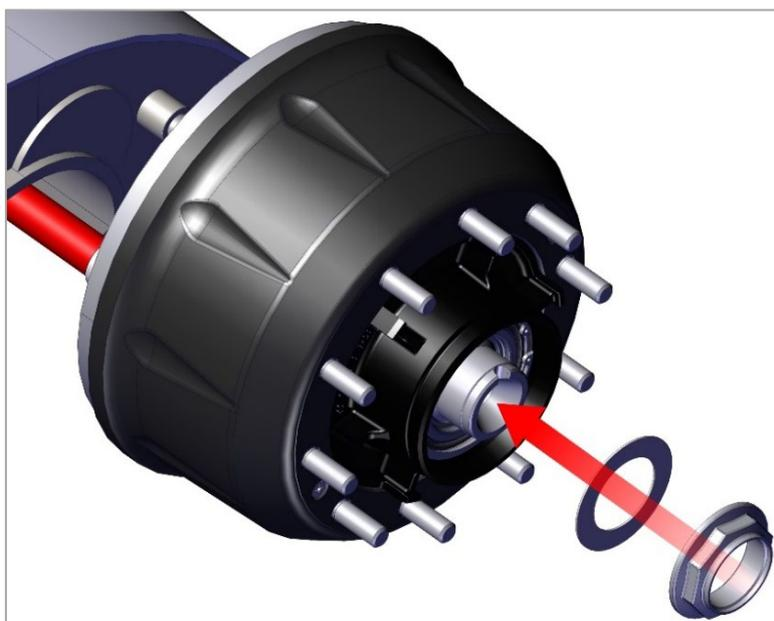

Рис. 20. Монтаж упорной шайбы и гайки подшипников ступицы.
2) Установите упорную шайбу и гайку подшипников ступицы (Рис. 20).